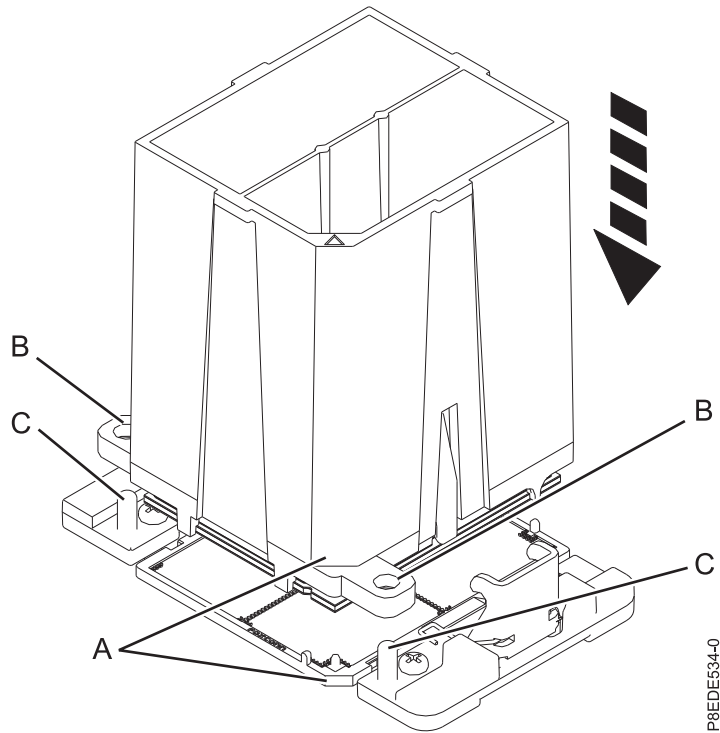

Figure 129. Installation du module processeur système
- b. Abaissez l'outil et le module processeur système sur le support. Alignez l'angle biseauté (A) de l'outil avec l'angle biseauté du support. Assurez-vous que les deux broches de guidage (C) s'insèrent dans les trous d'alignement (B) de chaque côté de l'outil. Prenez soin d'abaisser l'outil uniformément sans l'incliner. Voir figure 129, à la page 114.